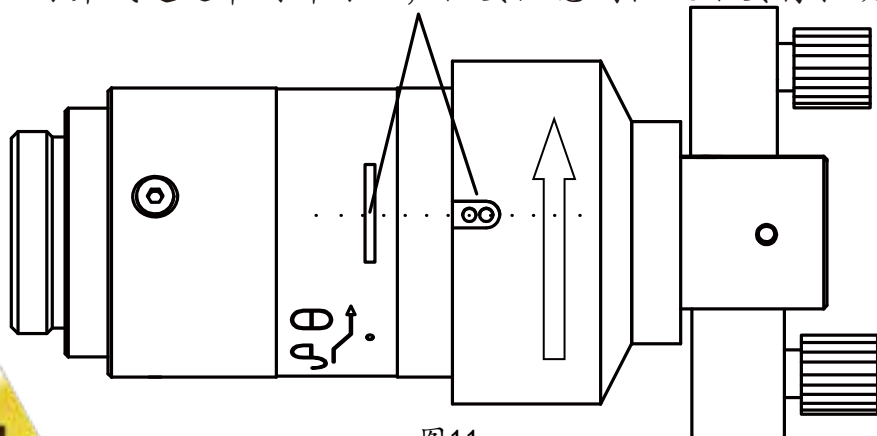

图11
8.按图11方向再次轻轻旋转，力度要适中，通常感觉到较紧即可。